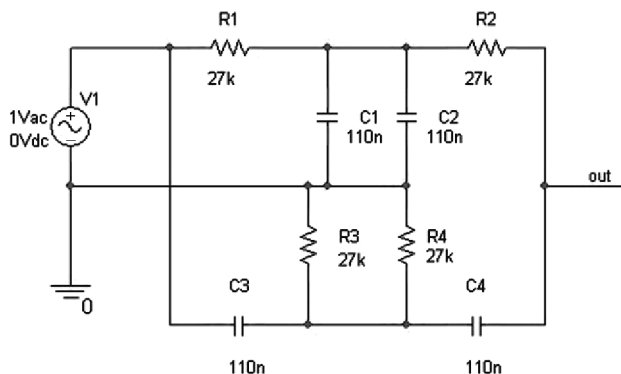

图 4.6 双 T 形陷波滤波器
如图 4.6 所示为无源双 T 形陷波滤波器。对电路进行交流扫描分析，绘制其幅频特性曲线。
1. 绘制如图 4.6 所示的陷波滤波器电路。独立电流源  $V_{AC}$  选自 source 元件库。
如图 4.6 所示的陷波滤波器电路中，电阻  $R = 27\text{k}\Omega$ ，电容  $C = 110\text{n}$ 。利用公式 (4.1) 求陷波频率值：